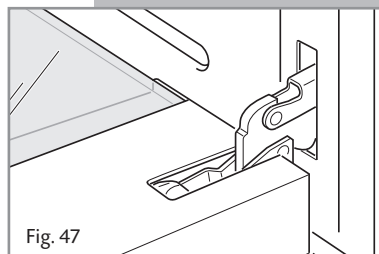

Fig. 47
- Fully open the oven door (fig. 47).